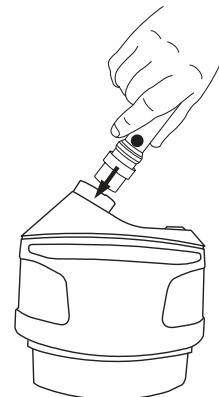

Fig. 13a
- Insira o indicador do fluxo de ar TR-970 numa saída na unidade motor/ventilador TR-300. Se a traquéia estiver no seu lugar apropriado, ela deve ser removida para permitir que o indicador de fluxo seja inserido (Fig. 13a).